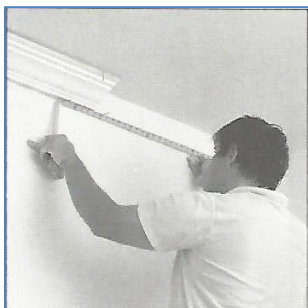

Figure 9
Étape 10: Mesurez la longueur requise jusqu'au coin suivant (fig. 9). Marquez la longueur et la direction de coupe afin de pouvoir positionner et couper la section de moulure dans la boîte à onglets.